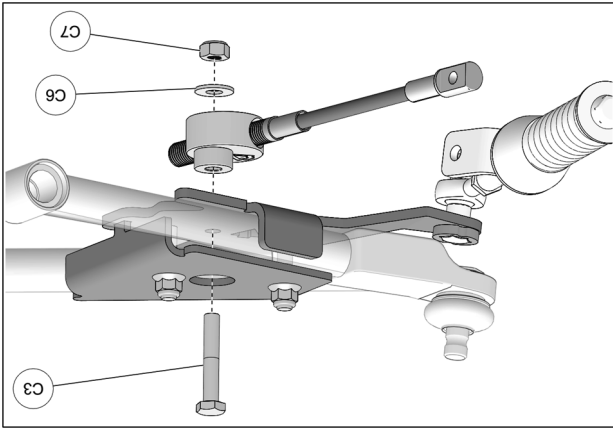

Fig. 24
12. Positionner le disque en aluminium du limiteur de conduite sous l'ancrage. Insère le boulon (C3) par le dessus et utiliser la rondelle (C6) et l'écrou (C7) pour fixer le limiteur de conduite en place. Serrer l'écrou à un couple de 50 N•m [37 lb•pi]. Fig. 24